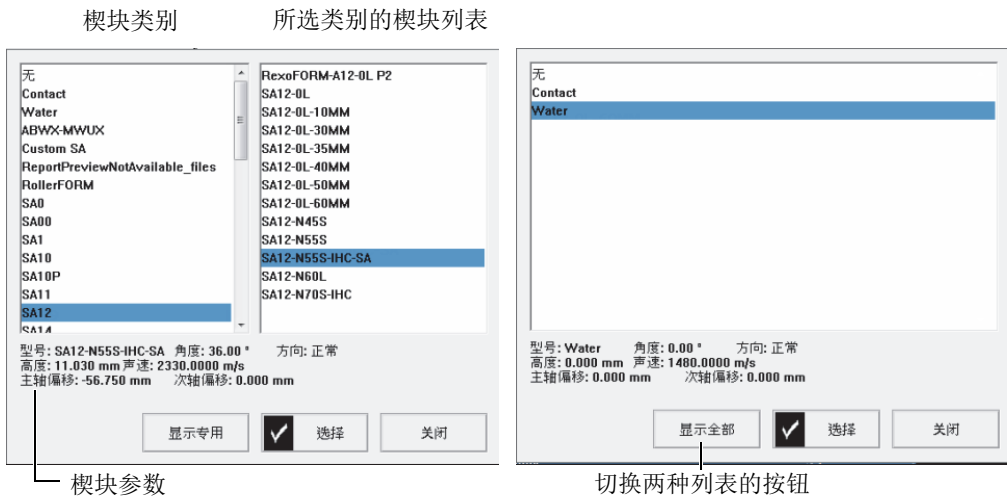

图 4-3 楔块选择对话框中的楔块列表
3. 选择**楔块**，打开预先定义楔块的列表（参见第 101 页的图 4-3）。